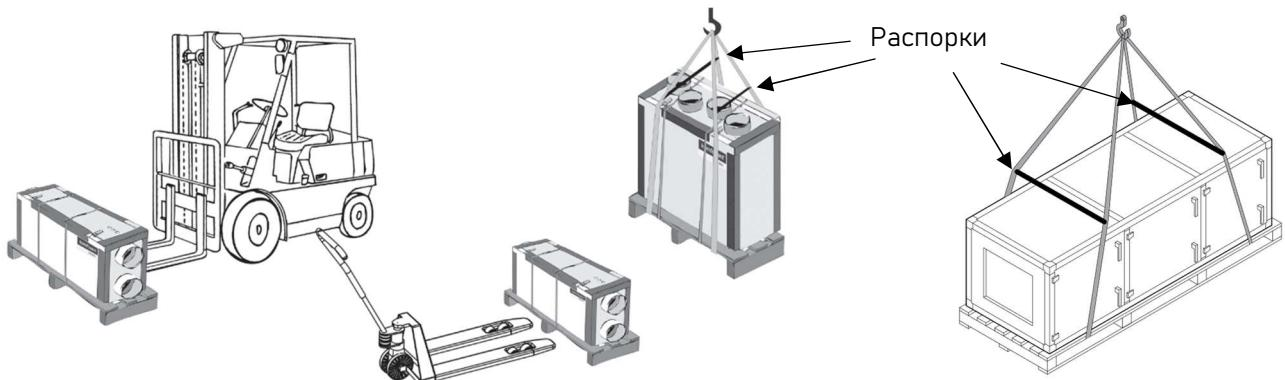

Рисунок 3 - Варианты транспортировки установки
- 4.1.7 При проведении погрузочно-разгрузочных работ используйте автопогрузчик, гидравлическую тележку или кран (Рисунок 3).
- 4.1.8 ЗАПРЕЩАЕТСЯ при подъёме установки при помощи крана опирать стропы на края установки. Необходимо использовать распорки (Рисунок 3).